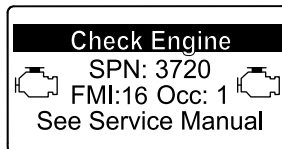

Figura 44
- Advertencia del motor SPN 3720, FMI 16 (Figura 44)